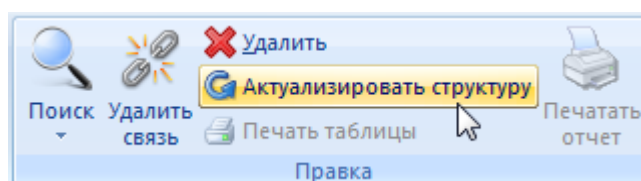

Рис. 13-206 – Кнопка «Актуализировать структуру» панели «Правка»
- 3) Нажать кнопку «Актуализировать структуру» панели «Правка» (рис. 13-206).